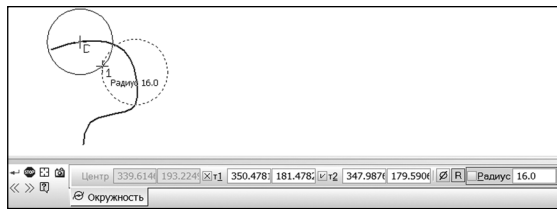

Рис. 10.25. Команда «Окружность с центром на объекте»
- Кнопка **Окружность с центром на объекте**  предназначена для построения окружности, у которой центр располагается на выбранной кривой или прямой линии (рис. 10.25). Для этого необходимо выбрать кривую или прямую линию в графическом окне. Затем необходимо указать точку-границу вероятного расположения окружности. Перемещая мышку, можно изменять диаметр окружности — при этом центр окружности будет перемещаться по выбранной кривой или прямой линии. В некоторых случаях программа может предложить несколько вариантов построения окружностей. Для выбора одного из них или всех вместе необходимо использовать кнопки **Предыдущий** или **Следующий** объект  или, указывая мышкой на каждый нужный вариант, нажимать левую кнопку мыши. Если вначале задать конкретный диаметр или радиус окружности, то программа предложит выбрать точку-границу вероятного расположения окружности.